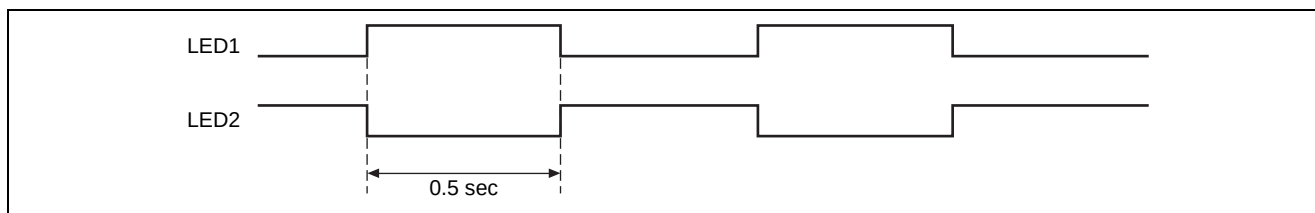

图 1 进行 LED 的闪烁
- (1) 如图 1 所示，将连接到端口的 2 个 LED 交替进行点灯/熄灯。
- (2) 使用定时器 A 的时钟时基功能，将点灯和熄灯的时间设定为 0.5sec。
- (3) LED1 连接到端口 9 的 P92 输出管脚，LED2 连接到 P93 输出管脚。
- (4) P92 是大电流端口。